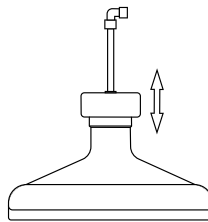

Рис. 3
3. Трубка из нержавеющей стали для подачи воды может регулироваться по высоте для установки в бутылки разного объема – 19 л, 12 л. (Рис. 3.)